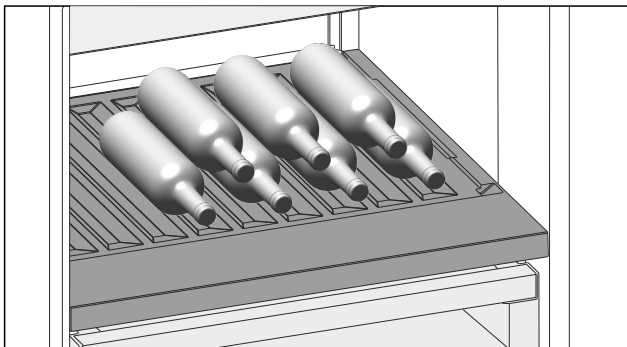

Fig. 165 Représentation à titre d'exemple
- Placer les bouteilles avec le fond orienté vers la paroi arrière de l'appareil. (voir Fig. 165)